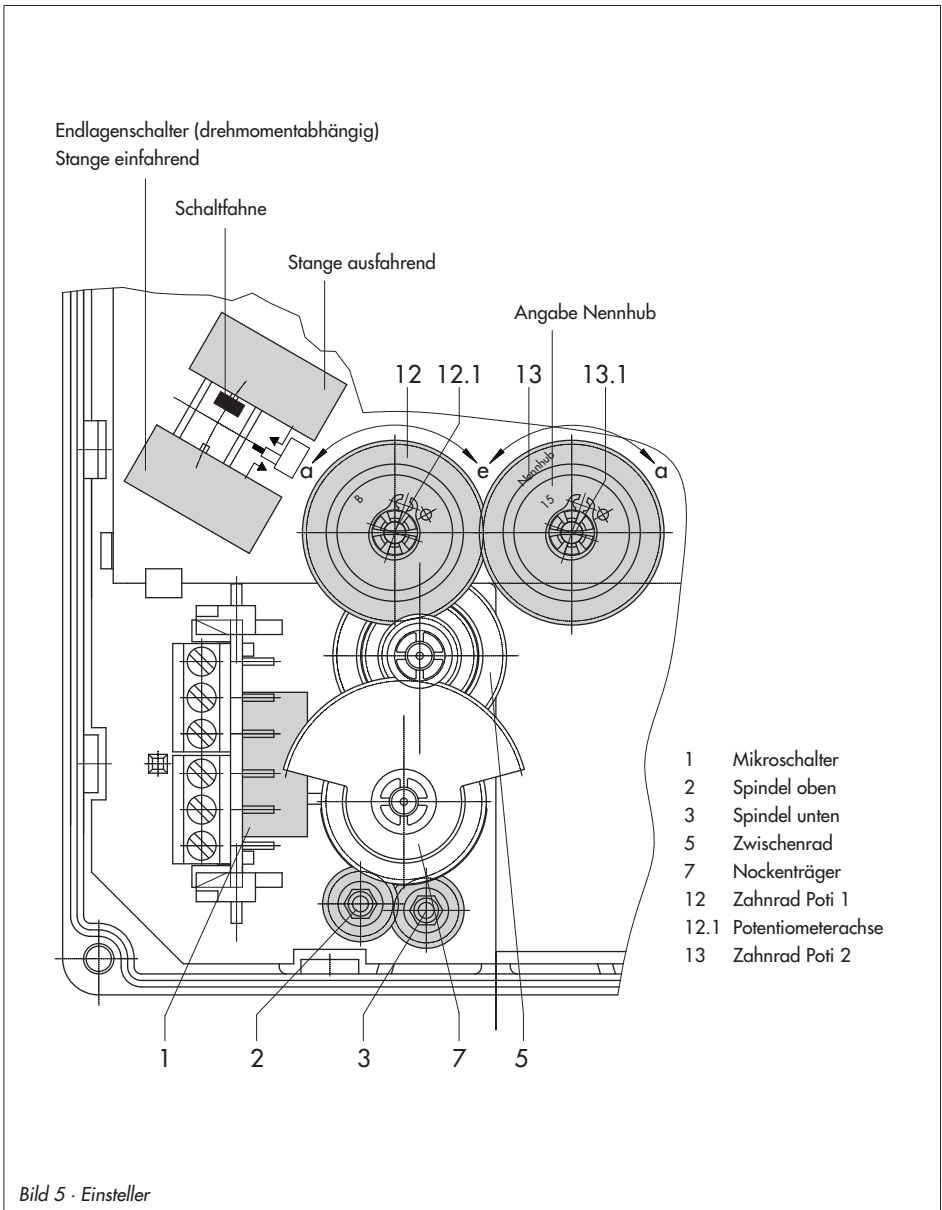

Bild 5 · Einsteller
Potentiometer erst dann verstellen, wenn die Schließstellung wirklich erreicht ist, erkennbar am zugeordneten betätigten Endlängenschalter auf der Platine (Bild 5, Seite 13). Dazu die Achse des Potentiometers (12.1) mit Schraubendreher durch Rechts- oder Linksdrehen schrittweise soweit verstellen, bis das Blinken aufhört und die Meldeleuchte statisch leuchtet. Blinkt die obere Meldeleuchte (8) muss nach links-, blinkt die untere Meldeleuchte (9) entsprechend den Sym-